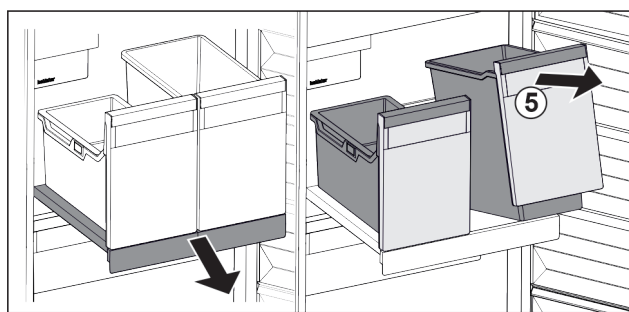

Fig. 33
- Sollevare il contenitore Fig. 33 (5) dal lato anteriore.